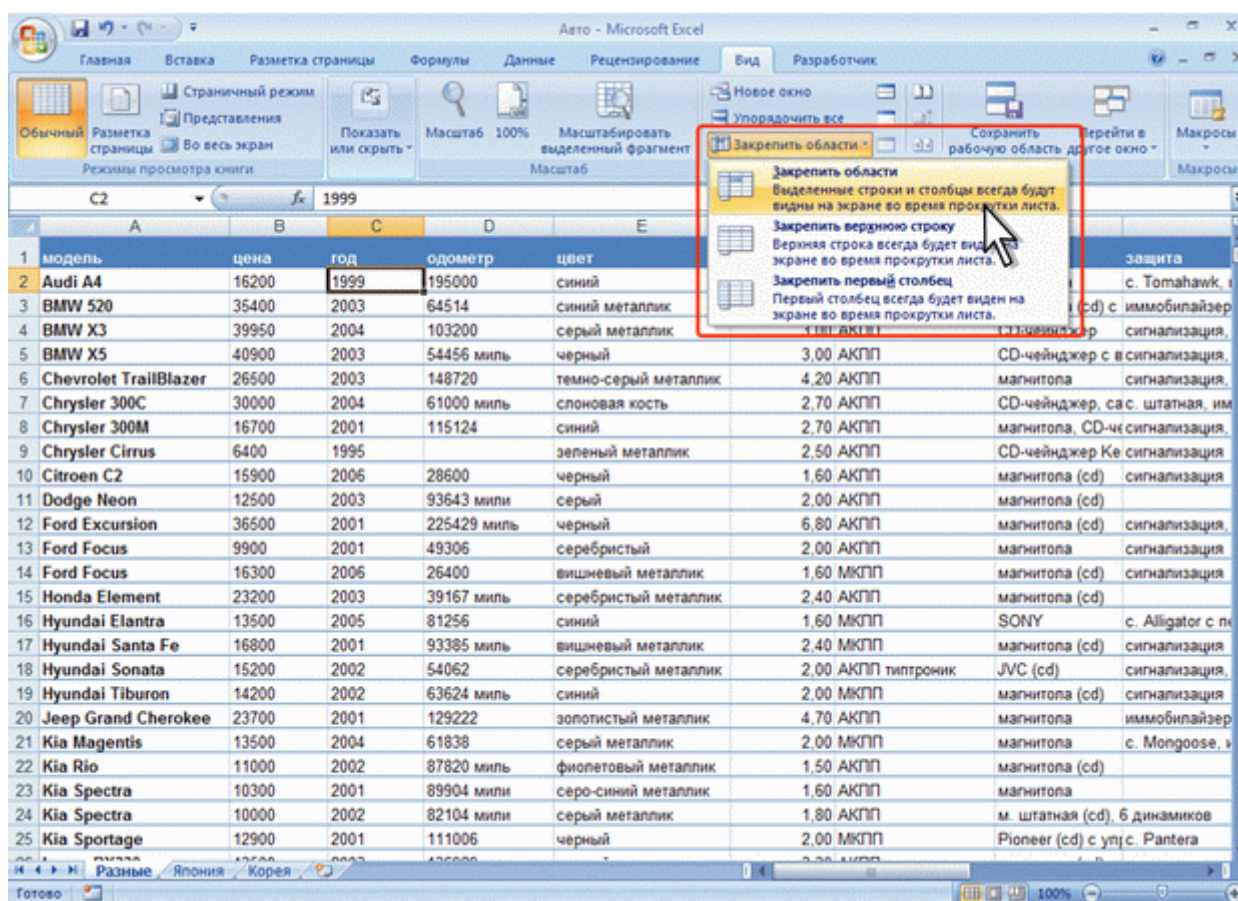

Рис. 3.9. Закрепление областей листа
2. В меню (рис. 3.9) выберите соответствующую команду.
Для закрепления произвольной области следует выделить ячейку ниже закрепляемой строки (строк) и правее закрепляемого столбца (столбцов) и в меню (см. рис. 3.9) выбрать команду **Закрепить области**.